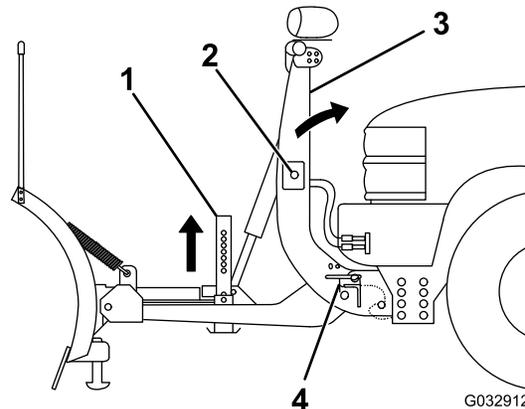

Figura 30
6. Mueva hacia arriba el interruptor SmartHitch2 del lateral de la torre de acoplamiento y eleve la torre hasta que los cerrojos con muelle encajen en su sitio (Figura 30).
8. Tire hacia afuera del cerrojo con muelle de la pata de apoyo y levante la pata, luego suelte el cerrojo con muelle para sujetarla (Figura 30).